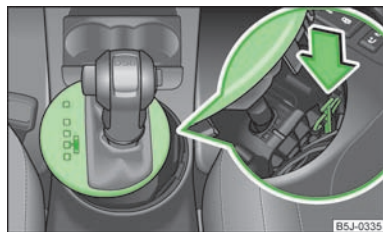

Fig. 88
- Poussez la pièce en plastique jaune d'un doigt dans le sens de la flèche » fig. 88.